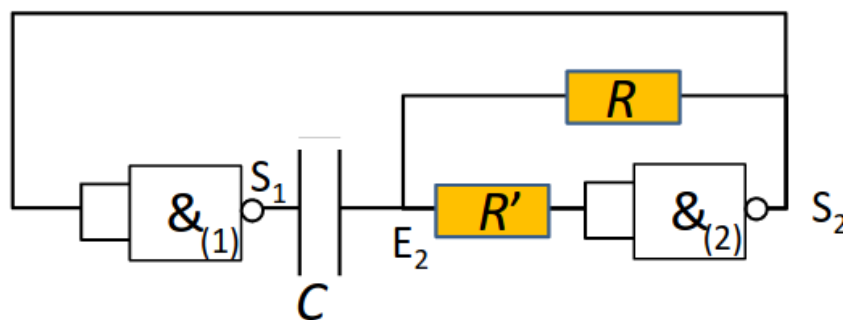

FIGURE 7 – Un oscillateur à deux portes
- Réaliser le montage de la figure 7 avec $R = 100\text{ k}\Omega$, $R' = 1\text{ M}\Omega$ et $C = 10\text{ nF}$.